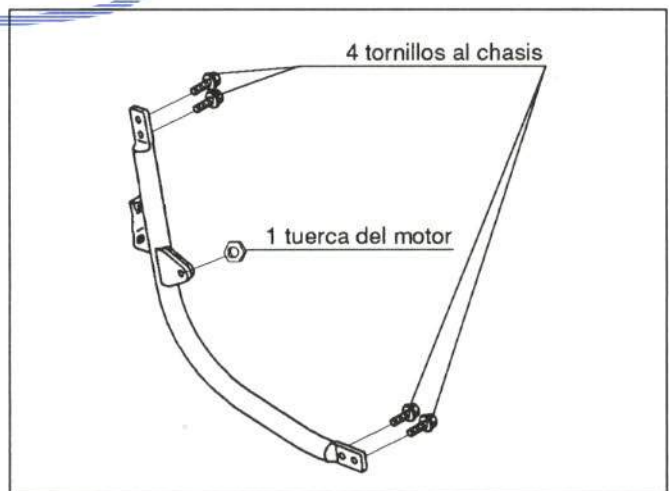

Figura 33.- Unión de la semicuna
La unión de esta pieza se detalla en la figura 33.
- Desmontar semicuna (figura 33)